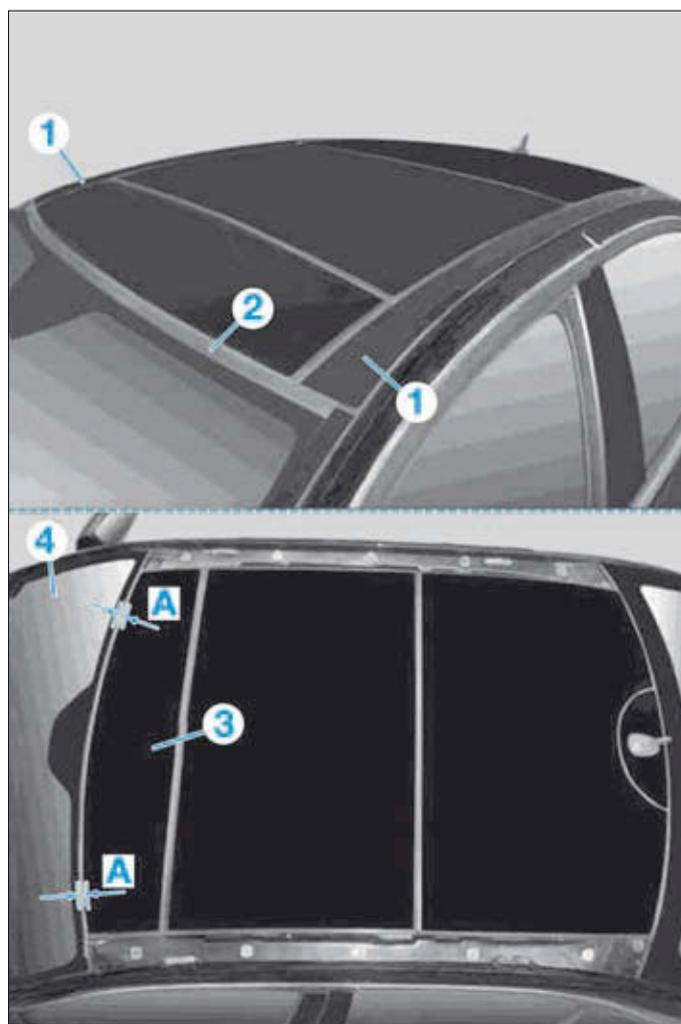

FIG. 62
- De chaque côté, dégrafer le déflecteur d'eau (1) (Fig.62).